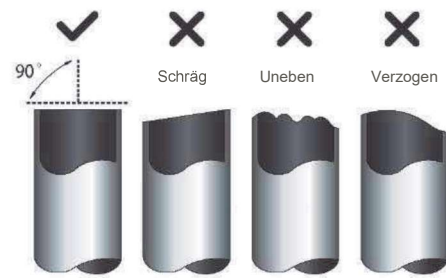

Abb. 7.5
1. Das Rohr muss in einem perfekten 90° Winkel geschnitten werden. Siehe Abb. 7.5 für Beispiele schlechter Schnitte